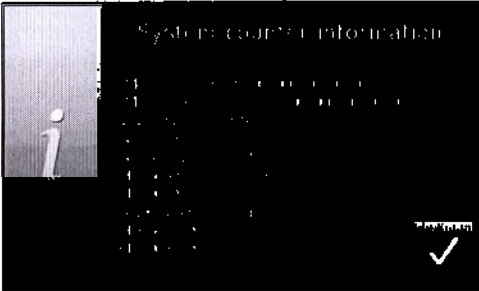

Рис. 27. Экран информации системного счетчика
2. На экране инструментов нажмите значок счетчика Counter, как показано в Табл. 1; появится экран информации системного счетчика, как показано на Рис. 27.